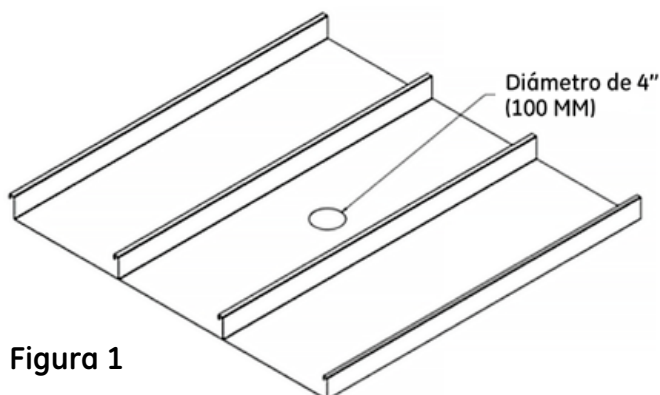
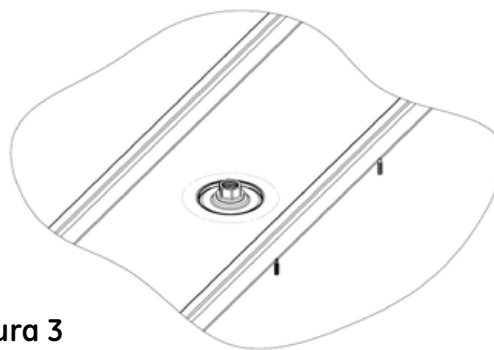

Figura 1
Figura 3
1. Taladre un orificio de 4" en el techo. Si ya existe un orificio que es de menos de 4", agrande el orificio a 4". (Vea figura 1)
2. El eje y el adaptador deberán pasar a través del centro del orificio en la figura 1, de manera que la junta central se coloque como se muestra en la figura 3.